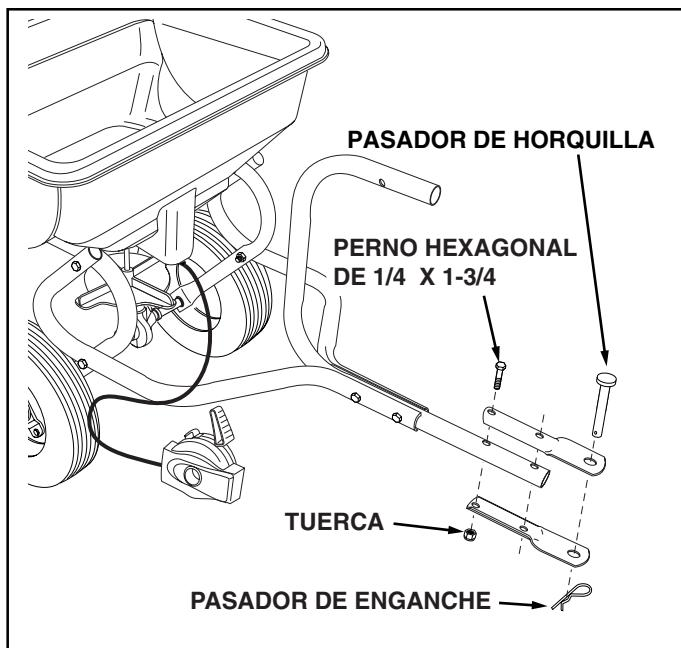

FIGURA 3
4. Coloque los Soportes de Enganche en el Tubo de Control de Enganche, usando dos pernos hexagonales de $1/4" \times 1-3/4"$ y dos tuercas. **Apriete pernos y tuercas.** Vea la Figura 3.
5. Haga pasar el pasador de enganche a través de los soportes de enganche y asegure con el pasador de horquilla de $1/8"$. Vea la Figura 3.